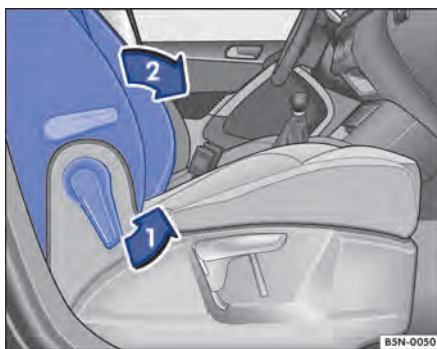

Fig. 93 Rebater o encosto do banco do passageiro dianteiro para frente.
- Destruvar o encosto do banco do passageiro dianteiro no sentido da seta → Fig. 93 .